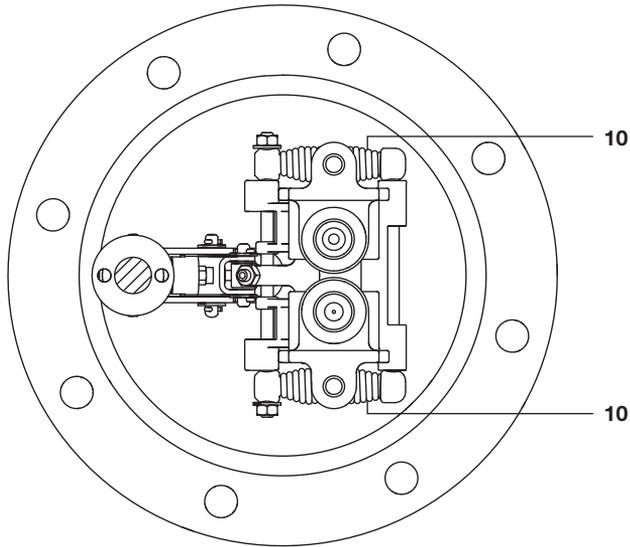

图 9
3. 检查弹簧（图9中10项）。若有损坏,取下开口销和垫片,取出弹簧件产代之以新的弹簧组件（见部分5e-弹簧组件）,安装新的开口销和垫片,并在销杆螺纹上使用一点乐泰620粘合剂。